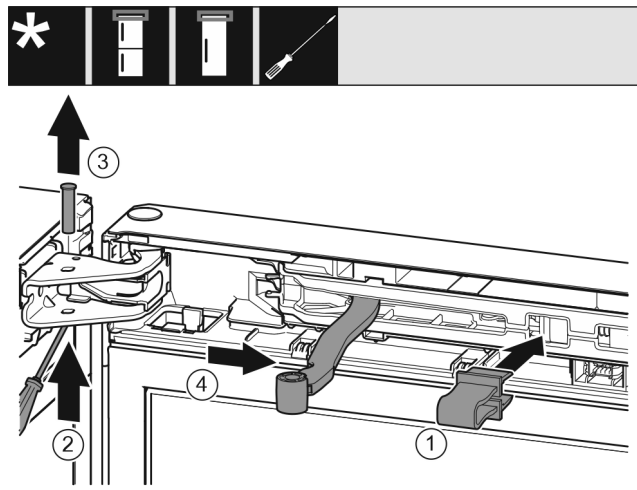

Fig. 10
- Innestare la protezione nell'apertura. Fig. 10 (1)
- Spingere verso l'esterno il perno con un cacciavite. Fig. 10 (2)
- Estrarre il perno verso l'alto. Fig. 10 (3)
- Ruotare il giunto articolato in direzione della porta. Fig. 10 (4)